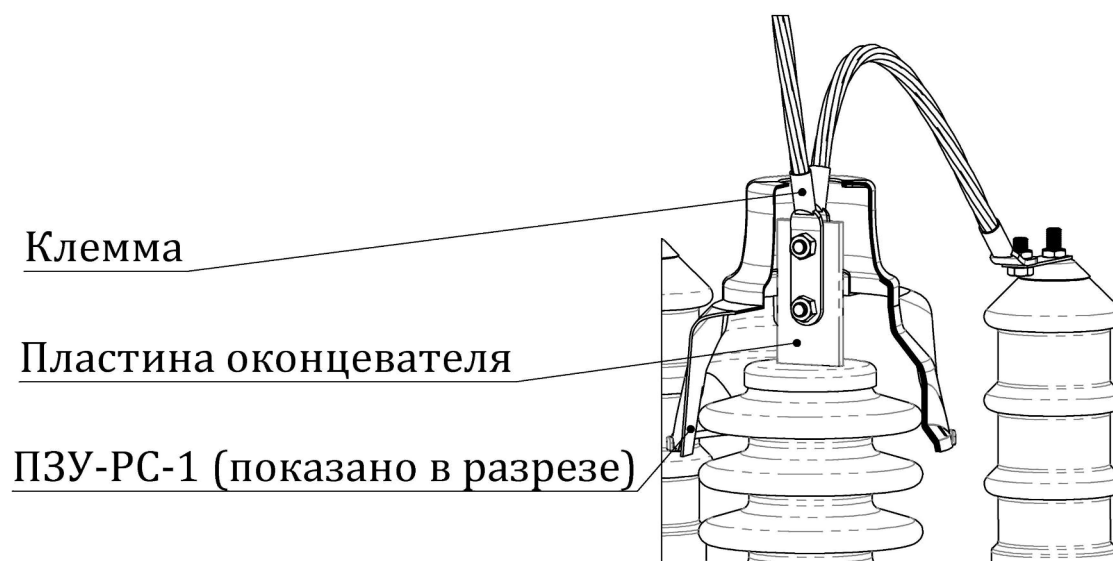

Рис. 4. Установка ПЗУ-РС-1 на проходной изолятор
- 4) Надеть устройство на изолятор (рис. 4).
- 6) Соединить свободные концы хомутов между собой, затянуть с усилием от руки (рис. 4, б).